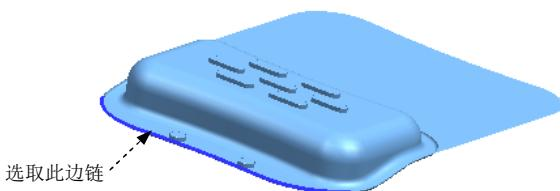
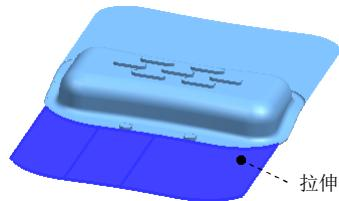

图 1.35 定义拉伸对象 2
图 1.36 创建拉伸特征 2
Step2. 创建拉伸特征 2。选择下拉菜单 **插入 (I)** → **设计特征 (D)** → **拉伸 (E)...** 命令，系统弹出“拉伸”对话框；选取如图 1.35 所示的片体边链为拉伸对象 2；在 **指定矢量 (1)** 下拉列表中选择 **YC** 选项；在 **限制** 区域的 **开始** 下拉列表中选择 **值** 选项，并在其下的 **距离** 文本框中输入数值 0，在 **结束** 下拉列表中选择 **值** 选项，并在其下的 **距离** 文本框中输入数值 100；其他参数采用系统默认设置值；单击 **<确定>** 按钮，完成如图 1.36 所示拉伸特征 2 的创建。